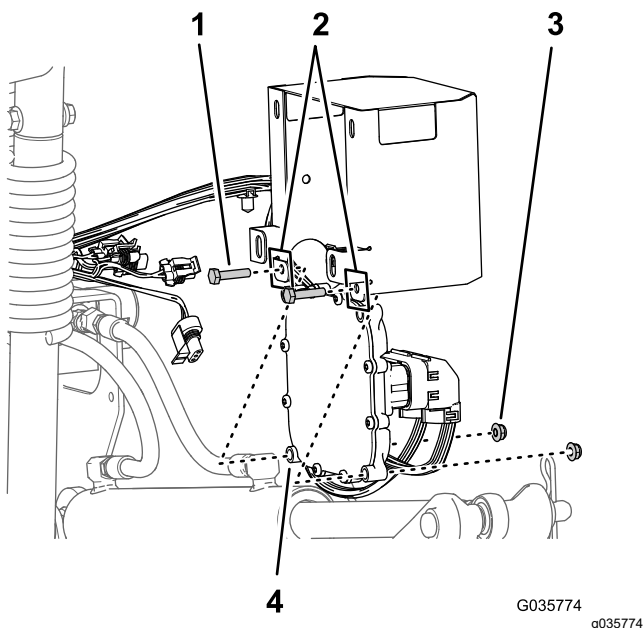

Figura 28
1. Aliniați controlerul electronic în interiorul capacului controlerului cu orificiile inferioare de montare exterioră ale controlerului aliniate cu orificiile din flana inferioară spate a capacului (Figura 28)
- Montai controlerul la capac cu 2 uruburi ($\frac{1}{4} \times 1 \frac{1}{8}$ ") i 2 contrapiulie cu guler ($\frac{1}{4}$ ") aa cum se arată în Figura 28.